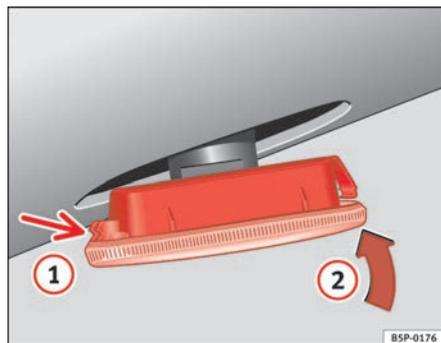

Fig. 160 Clignotants latéraux
- Placez d'abord le clignotant dans l'orifice de la carrosserie, en emboîtant les agrafes ① ⇒ fig. 160, puis emboîtez la lampe comme indiqué par la flèche ② ⇒ fig. 160. ■